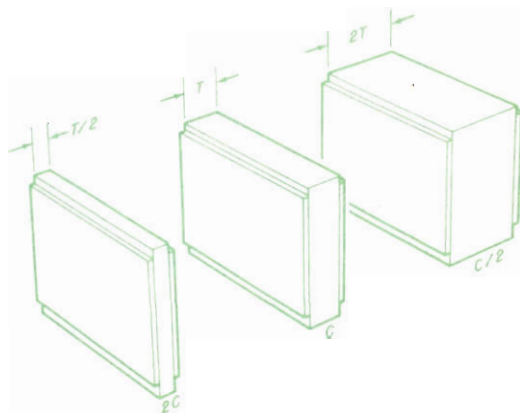

**Fig. 1** - Il condensatore, nella sua forma più semplice, è composto da due placche conduttrici separate tra loro da un dielettrico isolante.
**Nella sua forma più semplice,** un normale condensatore fisso è composto da due placche conduttrici, separate da un isolante detto dielettrico, come si vede nella *fig. 1*. Quando alle placche viene applicata una tensione c.c., circola corrente finché il condensatore si carica al livello della tensione applicata. Una variazione dell'ampiezza della tensione applicata od un'inversione di polarità non influiscono sul valore di capacità.
rità opposta a quella della tensione applicata. Questa zona si allarga in modo sufficiente per scoprire cariche fisse in numero tale da formare una barriera di tensione uguale ma di polarità opposta alla tensione applicata. Si noti ora che le cariche fisse e la polarità della batteria nella fig. 3 corrispondono al condensatore fisso carico della fig. 1. È questo insieme di condizioni che dà alla giunzione p-n un effetto capacitivo.